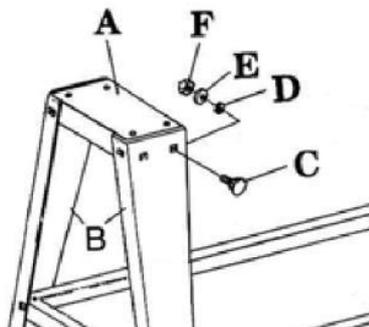

Рис. 2
Прикрутите верхнюю часть опоры (A) к стойке (B) с помощью трех болтов M8x16 (C), трех плоских шайб 8 (D), трех контршайб 8 (E) и трех шестигранных гаек M8 (F). Верхняя часть опоры должна быть помещена внутри стойки (Рис. 2).